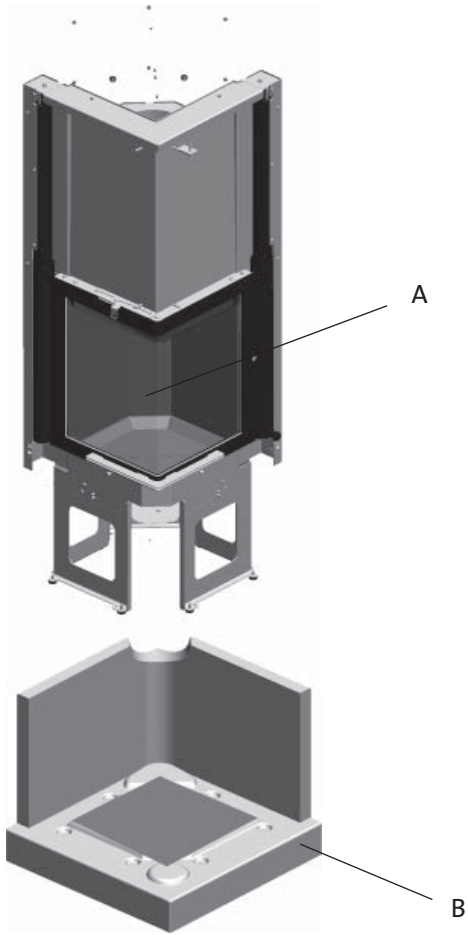

Fig. 7
5. Positionieren Sie das Unterteil (**Abb. 7 A**). Nutzen Sie Acrylklebstoff zum Befestigen.